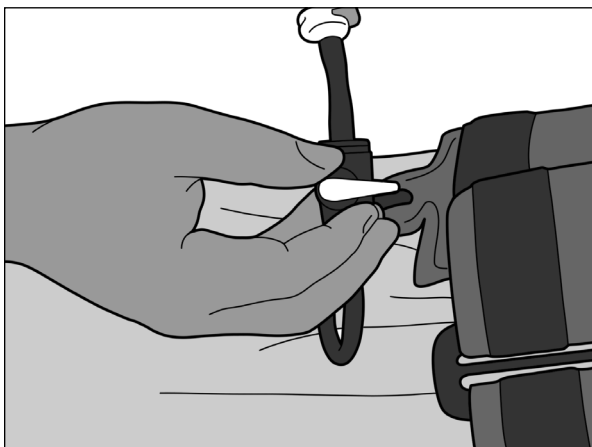

Figure 14
1. Vérifier que la valve d'arrêt est perpendiculaire à la tubulure (Figure 14).